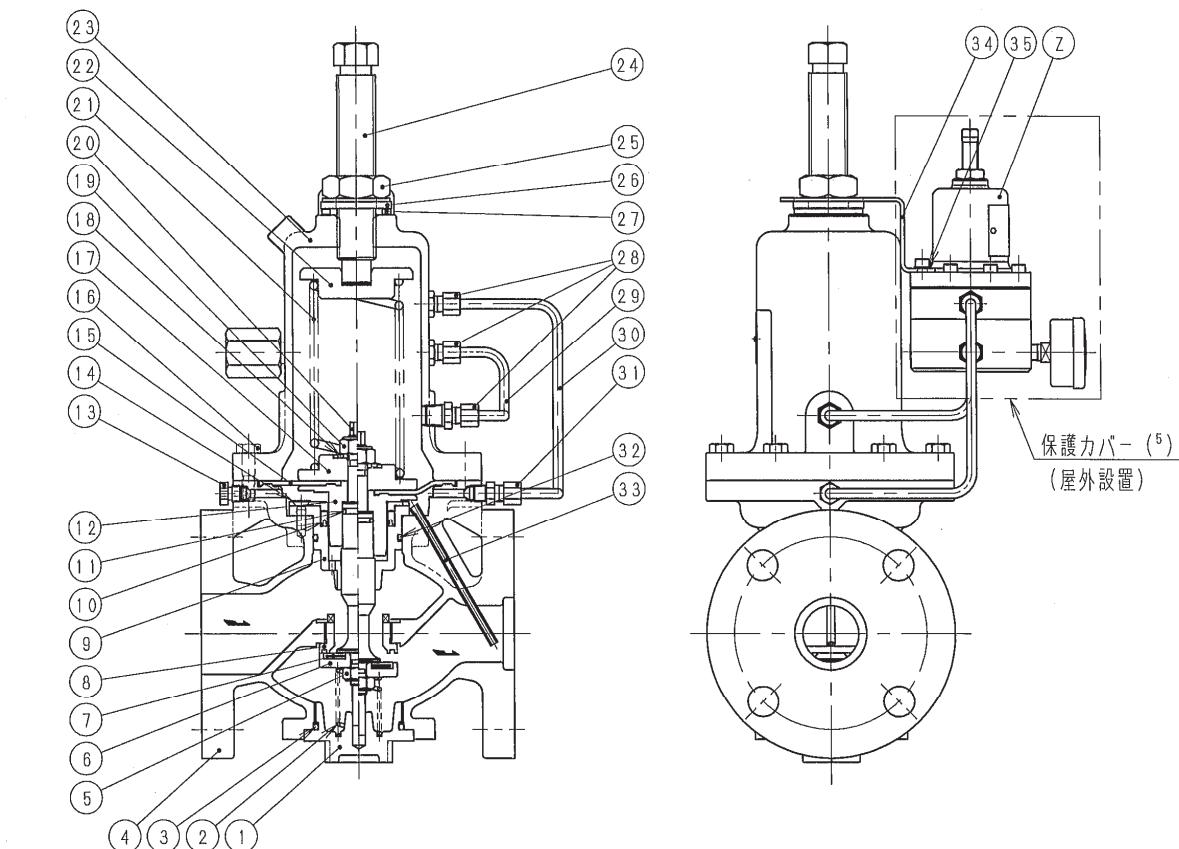
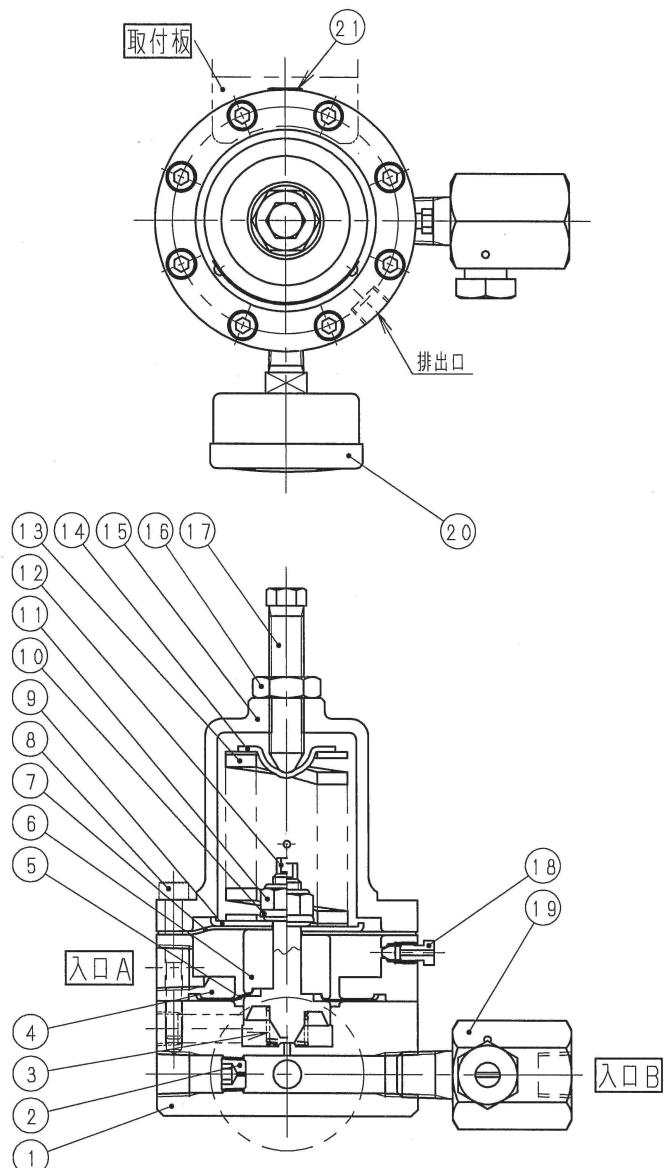

図 4 構造例(呼び径 50)
図 5 PC の構造(図 4②詳細)
内部検出方式の場合の構造例を図4および図5に示します。主要各部の名称は表1および表2を参照してください。なお、主弁の構造は呼び径や弁箱材料などにより異なります。
注(4) 詳細は図 5 および表 2 を参照してください。
- (3-2) 本弁を配管に取り付ける際には、流体の流れ方向と弁箱④(図 4 参照)の鋲出し矢印の方向を必ず一致させてください。逆向きに取り付けて流体圧力を加えた場合、内部部品が変形・破損する危険性があります。
- (3-3) 本弁に過大な配管応力が加わらないよう配管の支持や固定をしっかりと行ってください。弁箱④に過大な応力が加わった場合、作動不良や弁漏れを引き起こすだけでなく、弁箱④が破損して外部に流体が流出する危険性があります。
- (3-4) 本弁を屋外に設置する場合は PC をカバー等で覆うなど、雨水等の流入を防止する措置を講じてください(図 4 参照)。その際、排出口は絶対に閉塞しないでください。
- (1) 操作用空気配管を絞り弁 Z-⑩(図 5 参照)の入口 B に接続してください。絞り弁 Z-⑩の入口側には圧力計を設置してください。